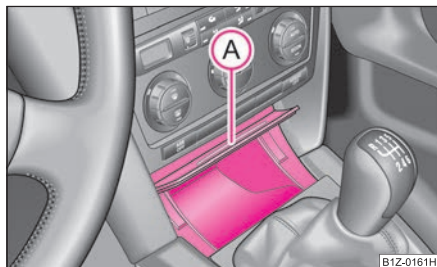

Fig. 103 Consola centrală față: Compartimentul de depozitare
- Apăsați în partea inferioară a capacului compartimentului, în zona (A) ⇒ fig. 103 - capacul se deschide.